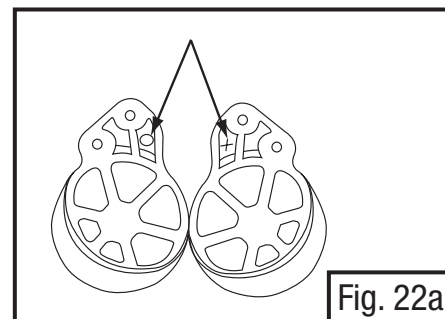

Fig. 22a
- Revise los montajes para orejera de plástico negro y ubique la “X”: Y la “O” moldeada en el plástico. Hay un lado de montaje derecho y uno izquierdo (orejera). Como se usa, el montaje con la “X” debe quedar en el lado derecho del casco y el marcado con “O” en el izquierdo (i.e. X en la derecha, “O” en la izquierda). La Fig. 22a describe la ubicación de las marcas “X” y “O” en el montaje.